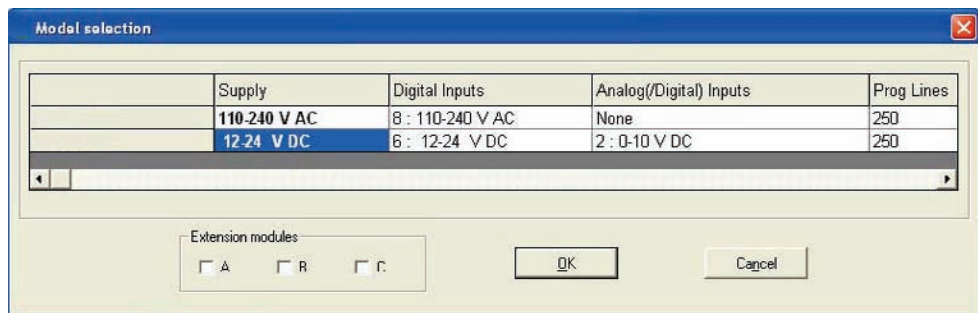

Fig. 9
- Selecione o comando de menu Configuration > PLC Model. A janela Model Selection é exibida como mostrada na Fig. 9 (abaixo).